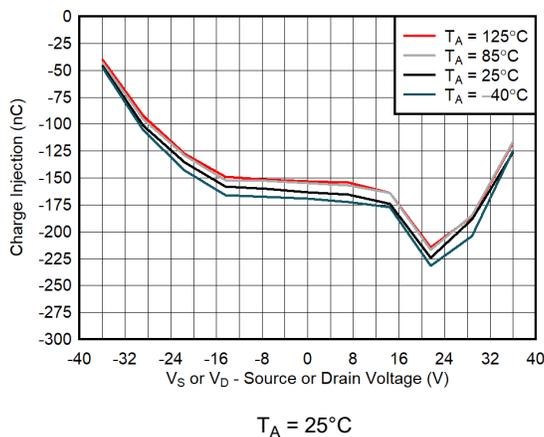

图 9-3. 电荷注入与漏极电压间的关系
MUX80x-Q1 包含可减少漏极 (D) 电荷注入的专用架构。图 9-3 展示了 MUX80x-Q1 的电荷注入与源电压间的关系图。